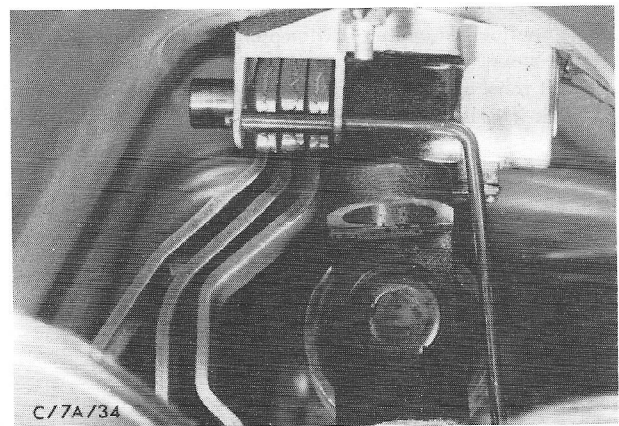

Fig.175 Afstelling van de schakelstangen.
9. Sluit de schakelstangen aan op de hefbomen op het deksel; zet daartoe het versnellingshandel in de centrale stand vast m.b.v. een pen (5 mm (0.2 in.) diameter) (fig.174) en stel de schakelstangen zo af dat zij zonder spanning in de hefbomen op de versnellingsbak kunnen worden gemonteerd (fig.175). Monteer de borgplaatjes.